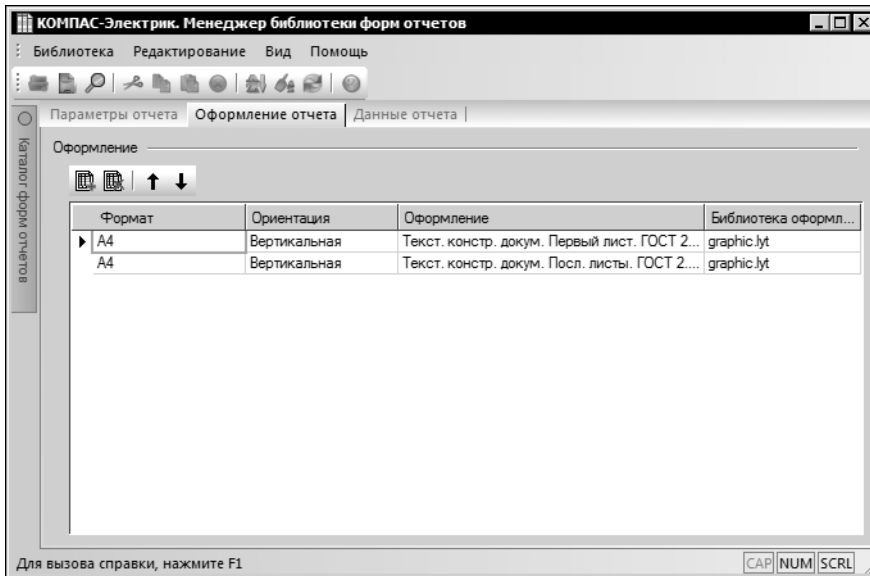

Рис. 14.13. Пример выбора стиля оформления листов отчета
9. Для второго листа выберите оформление *Текст. констр. докум. Посл. листы ГОСТ 2.104-2006* (рис. 14.13).